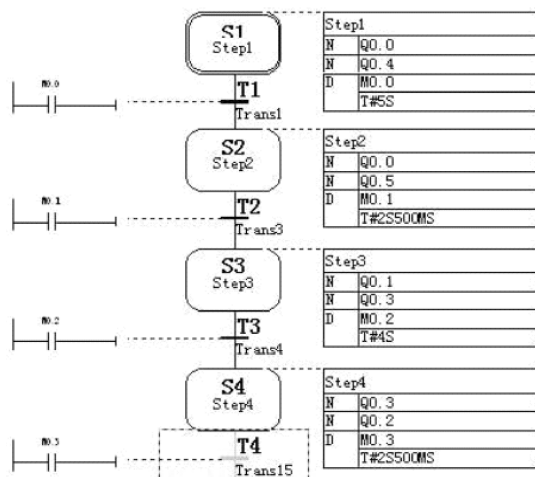

图 6-16 完成各“步”转移条件的程序
6) 使用同样方法编写其他步的转移指令，如图 6-16 所示。